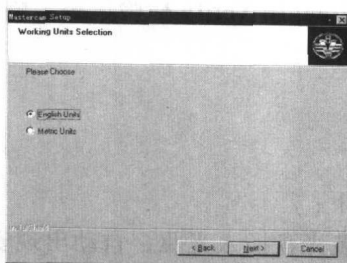

图 1-4
3) 在如图 1-4 所示的工件单位选择对话框中选用 **Metric Units** (公制单位), 选 **Next >** (下一步)。